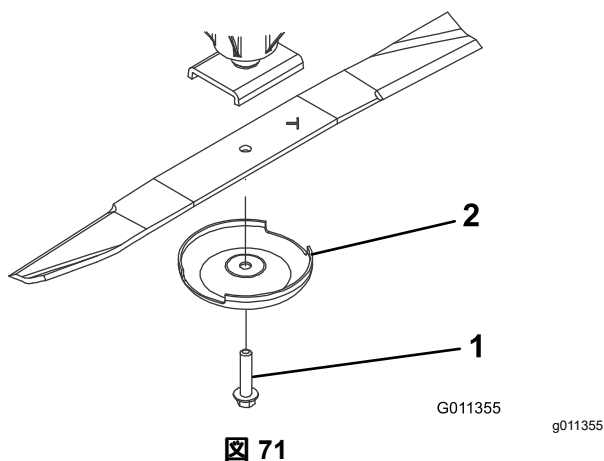

図 71
2. ぼろきれや厚いパッドの入った手袋を使ってブレードの端部をしっかり握る。スピンドルのシャフトからブレードボルト、芝削り防止カップ、ブレードを取り外す 図 71。
3. ブレードを取り付ける時は、セール立ち上がっている部分がCuttingデッキの天井を向くように取り付け、芝削り防止カップをつけてブレードボルトで固定する 図 71。ブレードボルトを 115149N・m にトルク締めする。